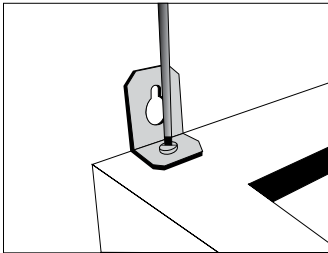

Рис. 10
1. Установите в верхней задней части корпуса вытяжки два уголка, имеющиеся в комплекте крепежа и предназначенные для подвески вытяжки на стену (рис. 10).